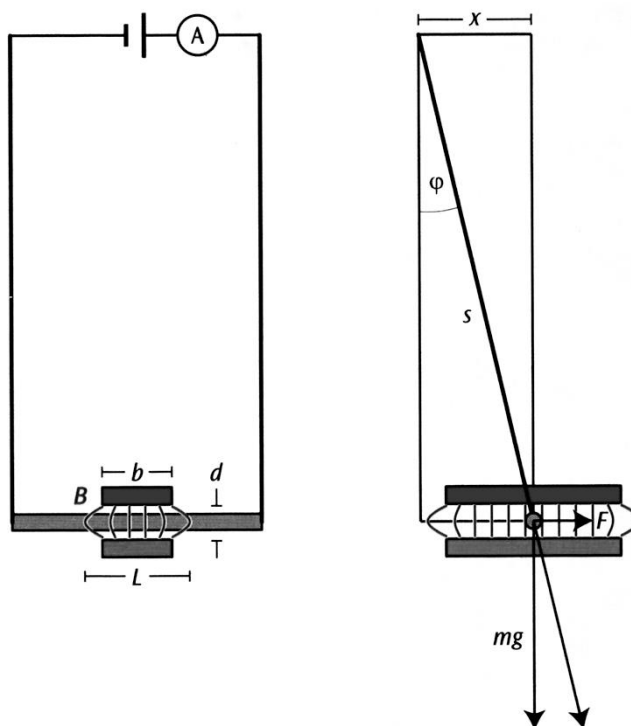

Рисунок 7.1.
В работе измеряется сила Лоренца F_L , действующая на медный стержень с током, подвешенный в горизонтальном положении на паре вертикальных проводов (подобно качелям) и помещённый в магнитное поле (рис.7.1). При включении тока, «качели» отклоняются на угол φ от вертикального положения под действием силы Лоренца \vec{F}_L , величину которой можно рассчитать из уравнения:
1. Собрать схему (рис.7.2), для этого подвесить медный стержень на вертикальных проводах, а полюса магнита расположить горизонтально. Измерить длину маятника s (длина проводов, на которые подвешен медный стержень). Включить ток и пронаблюдать в какую сторону отклонится от нормали стержень (рис. 7.1).
3. Измерить горизонтальное отклонение стержня x (рис. 7.1).
1. Собрать схему (рис.7.2), для этого подвесить медный стержень на вертикальных проводах, а полюса магнита расположить горизонтально. Подвесить медный стержень на вертикальных проводах и измерить длину проводов s (рис. 7.1).